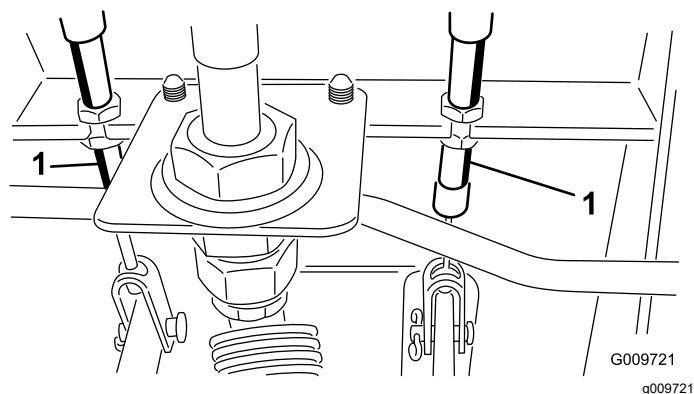

図 113
- A. ブレーキケーブル 図 113 の端にある前ナットをゆるめる。